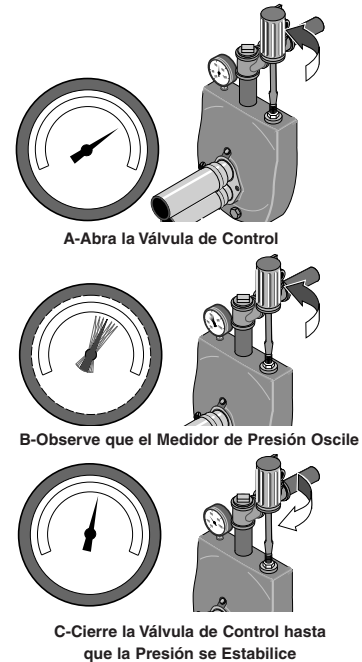

Figura 12: Fijación de la Válvula de Control
Paso 5. Una vez que la presión haya aumentado y se haya estabilizado en aproximadamente 50 PSI, abra lentamente la válvula de control (vea la Figura 12) y permita que la presión caiga hasta que la aguja del medidor de presión comience a oscilar (vea la Figura 12). Ahora su bomba está operando en su punto más eficiente.